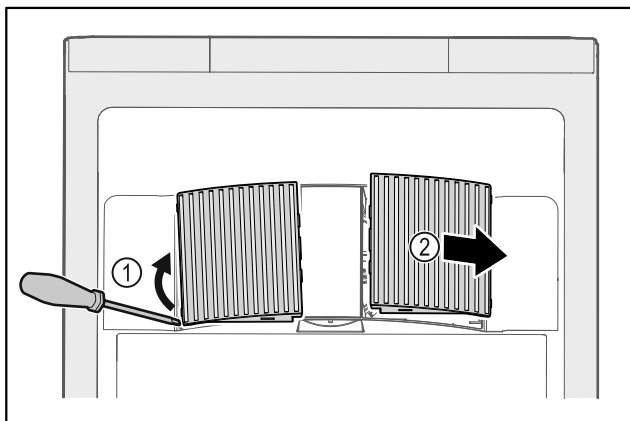

Fig. 161
- ▶ Estrarre con cautela i coperchi delle ventole dai lati Fig. 161 (1) e rimuoverli in avanti Fig. 161 (2).